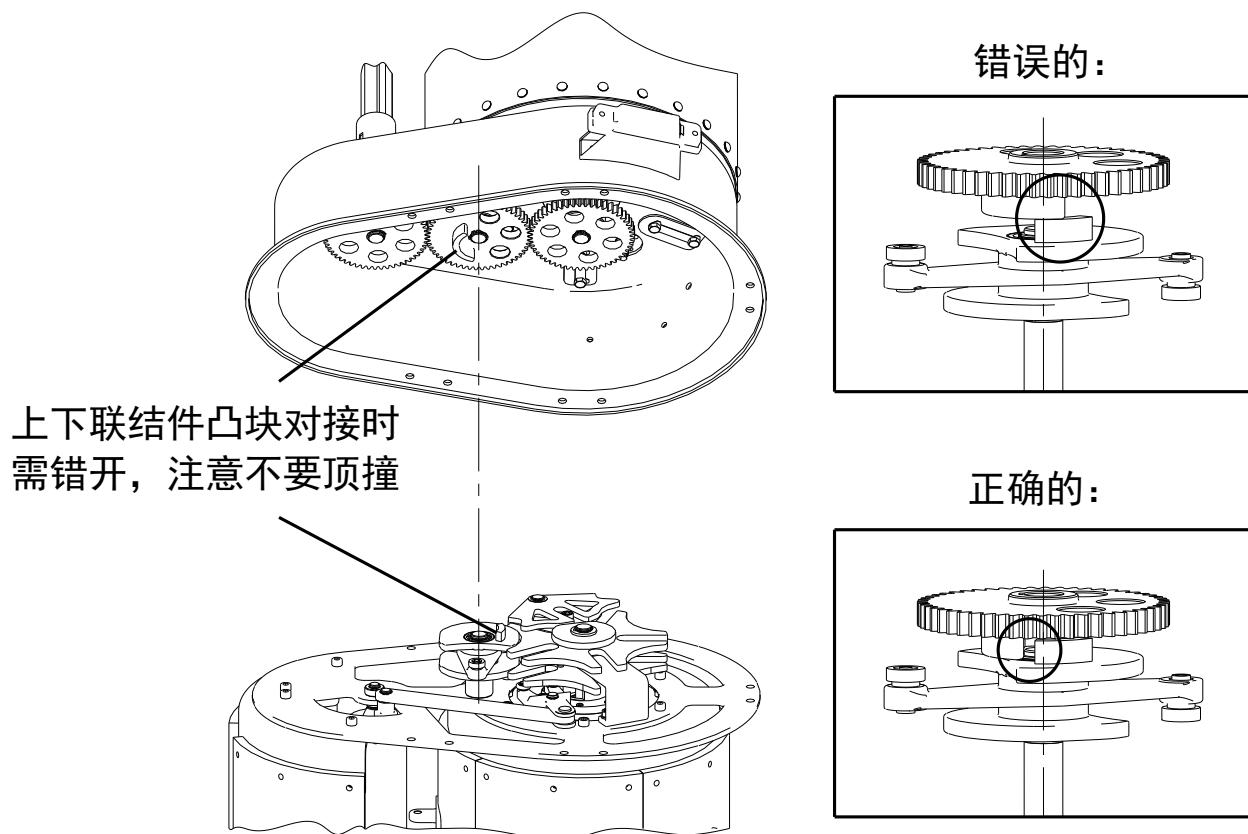

图 5-9 分接选择器与切换开关油室
6. 将油室和选择器安装孔对准，取出选择器包装箱附件箱内的安装连接件，进行连接（见图 5-9）。